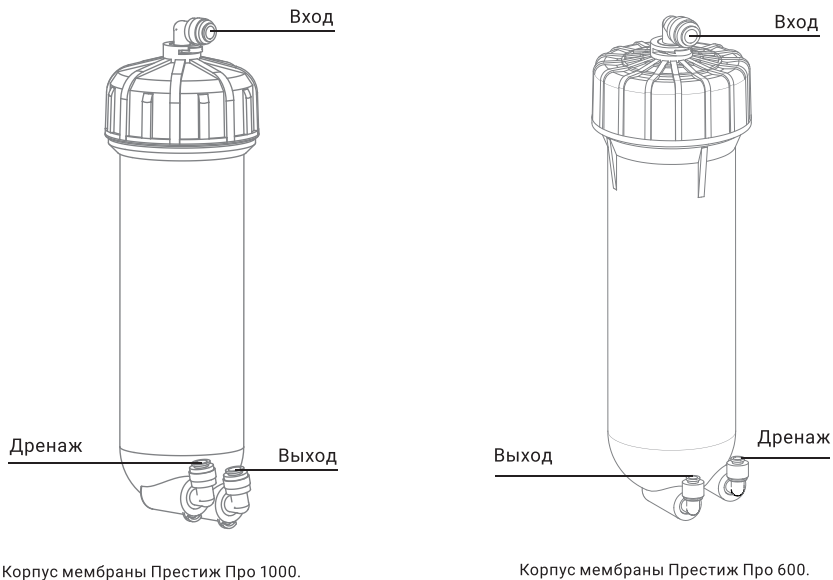

Рис. 18
7. Подключите трубки к корпусу мембраны (см. раздел «Присоединение трубок» (стр. 8)), соблюдая последовательность их подключения к корпусу (вход/выход/дренаж) (рис. 18). Каждую стопорную клипсу зафиксируйте на цанге, с которой она была снята.